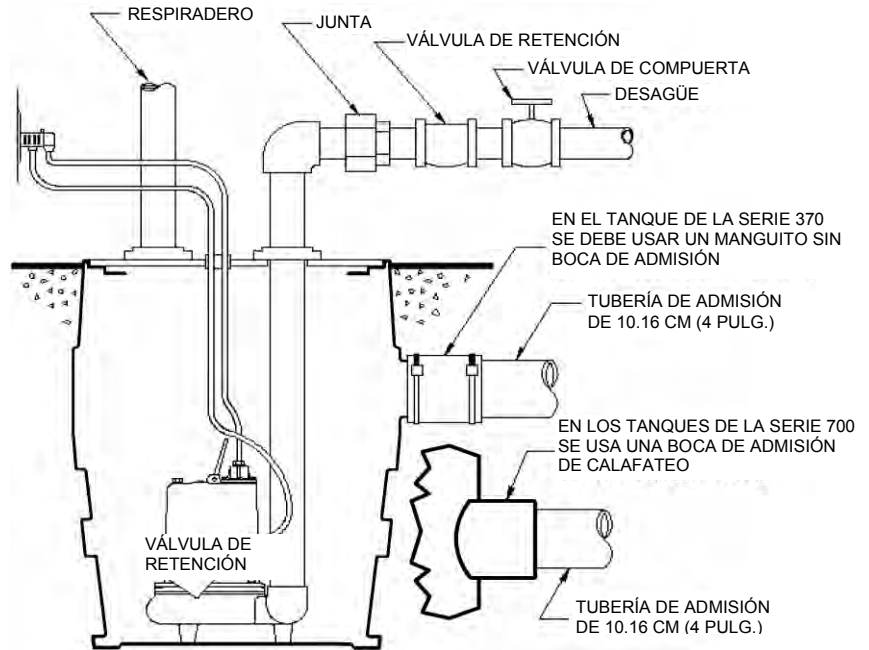

Fig. 2 – Instalación típica de un sistema simple
A. **Sistemas simples (una bomba) (vea la Fig. 2):** Instale la bomba de forma que haya espacio suficiente entre las paredes de la cubeta y el flotador. Si se va a utilizar un flotador o dispositivo de control siga las instrucciones que lo acompañan. El nivel mínimo de apagado de la bomba no se debe fijar por debajo de los 15.24 cm (6 pulg.). Conecte la tubería de descarga a la salida roscada de la bomba. **IMPORTANTE: no reduzca el tamaño de la tubería de desagüe por debajo del tamaño de la salida de la bomba.** En las bombas de aguas residuales no debe ser inferior a 5.08 cm (2 pulg.). En ciertos casos hará falta aumentar el tamaño de la tubería para reducir las pérdidas por fricción. Comuníquese con Liberty Pumps o con una persona calificada si tiene preguntas sobre el tamaño de las tuberías y caudal apropiados. Monte la tapa en la cubeta y séllela bien. (Esta es sólo la instalación recomendada. Pueden presentarse variaciones).